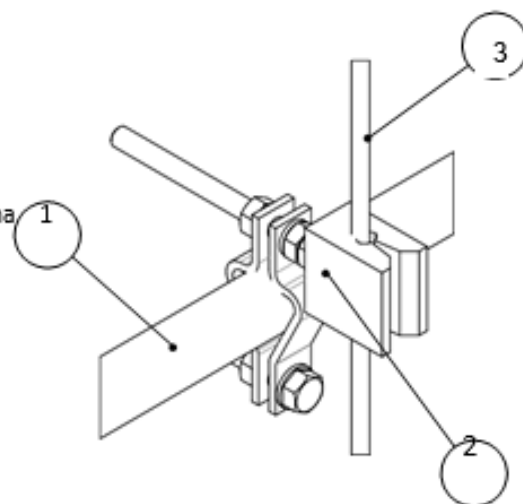

Fig.6-7
5.3. Stabilizzazione della linea (fig. 6-7)